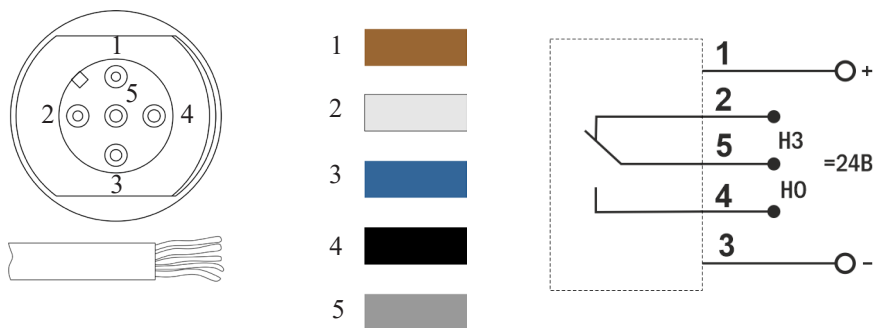

Рис. 1 Схема подключения
Подключите кабель к разъему на корпусе прибора, расположив провода, как показано ниже (рис. 1).
2. Подключите прибор согласно схеме подключения на рис. 1 и необходимой логике срабатывания выходного реле. Для подключения используются блоки питания, например, DR, MDR, БП97, БП67.